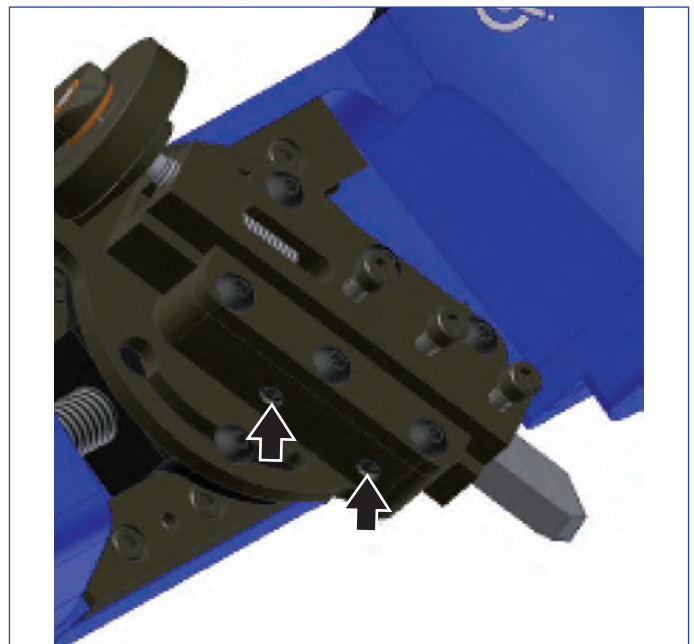

Rysunek 7
5. Zamocuj nóż oprawkowy w imaku nożowym (**patrz Rysunek 7**). Dopilnuj, by krawędź skrawająca była skierowana w przeciwnym kierunku względem śrub noża oprawkowego. Zamocuj nóż oprawkowy tak, by około 12,7 – 19,1 mm (0,5 – 0,75 cala) długości noża wystawało z dolnej części imaka nożowego; dokręć trzy śruby ustalające.